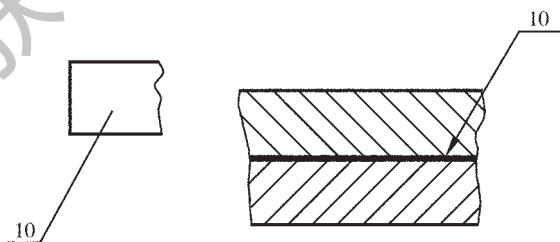
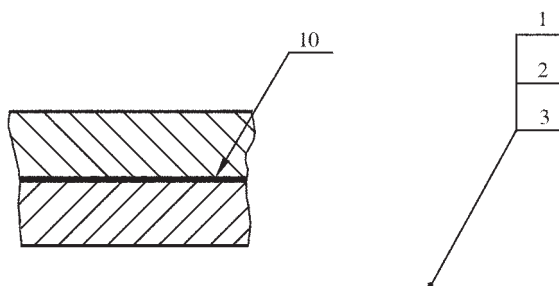

图 1
图 2
3.1.1 在指引线的水平线（细实线）上或圆（细实线）内注写序号，序号字高比该装配图中所注尺寸数字高度大一号（图 1）。
3.4 指引线应自所指部分的可见轮廓内引出，并在末端画一圆点，见图 1。若所指部分（很薄的零件或涂黑的剖面）内不便画圆点时，可在指引线的末端画出箭头，并指向该部分的轮廓，见图 2。